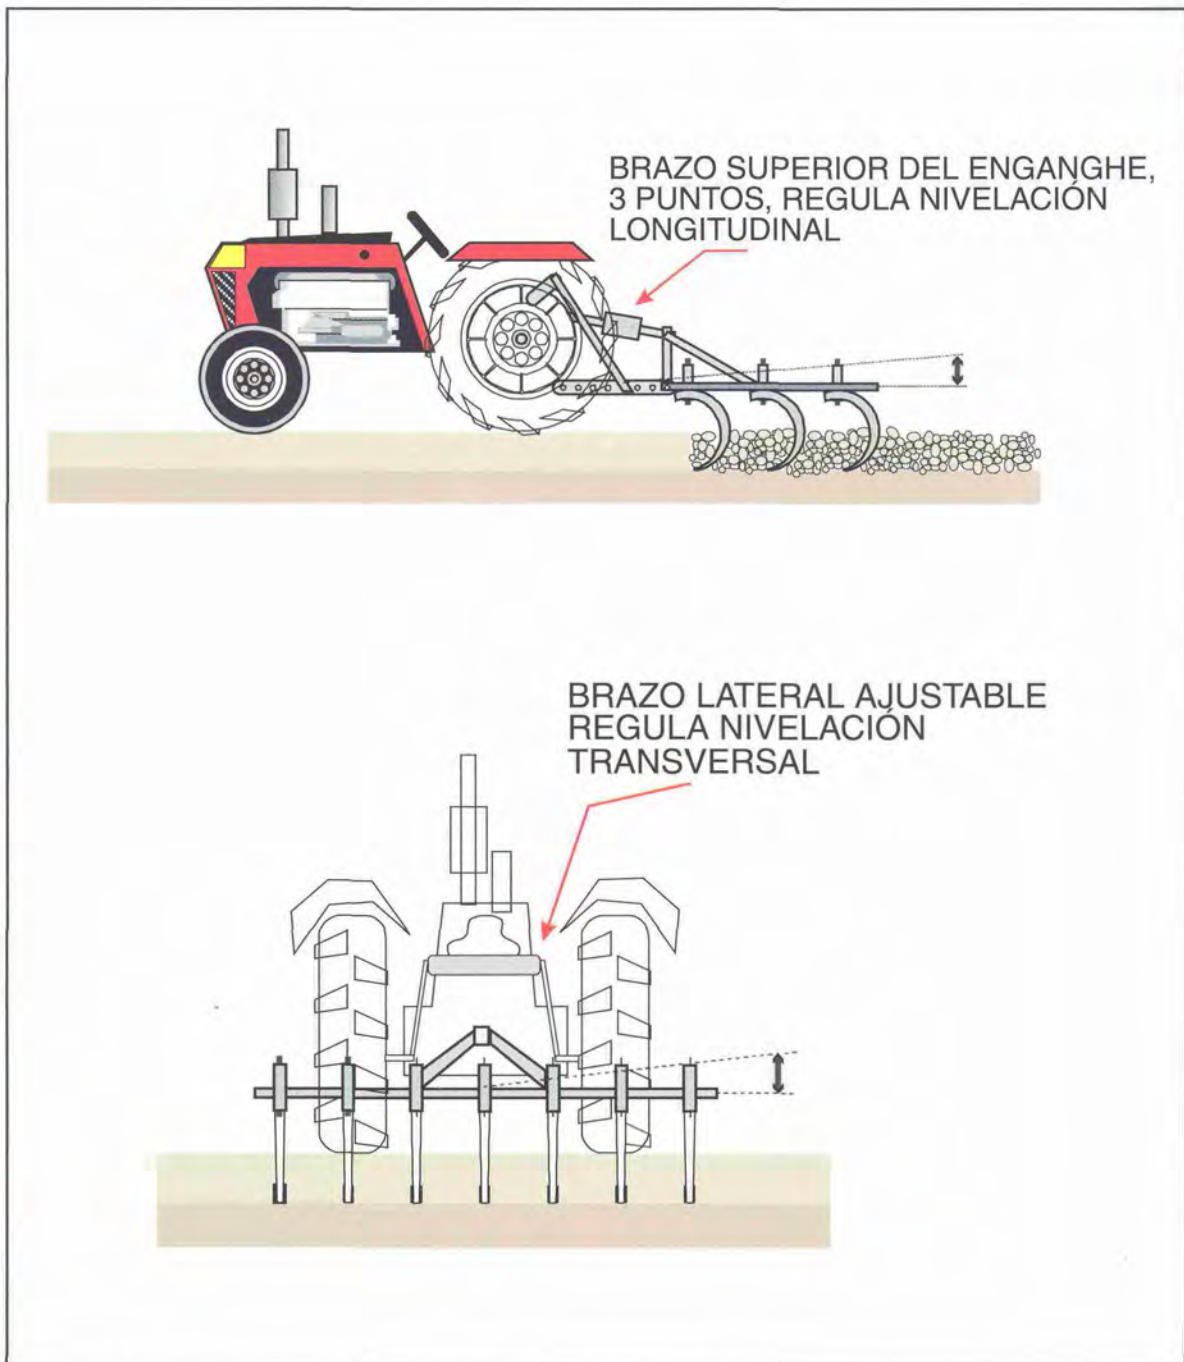

Figura 1. Nivelación longitudinal (A) y transversal (B) de un arado cincel integral.
**Nivelación del arado:** el plano formado por todos los cinceles del arado en posición de trabajo (a la profundidad deseada) debe mantenerse paralelo a la superficie del suelo, sólo de esta manera se logra que la profundidad de aradura sea uniforme en todo el terreno. Para tal efecto, en los arados integrales, se debe nivelar el chasis transversalmente articulando uno de los brazos laterales del sistema hidráulico del tractor y longitudinalmente, modificando el largo del brazo superior del mismo sistema (Figura 1).